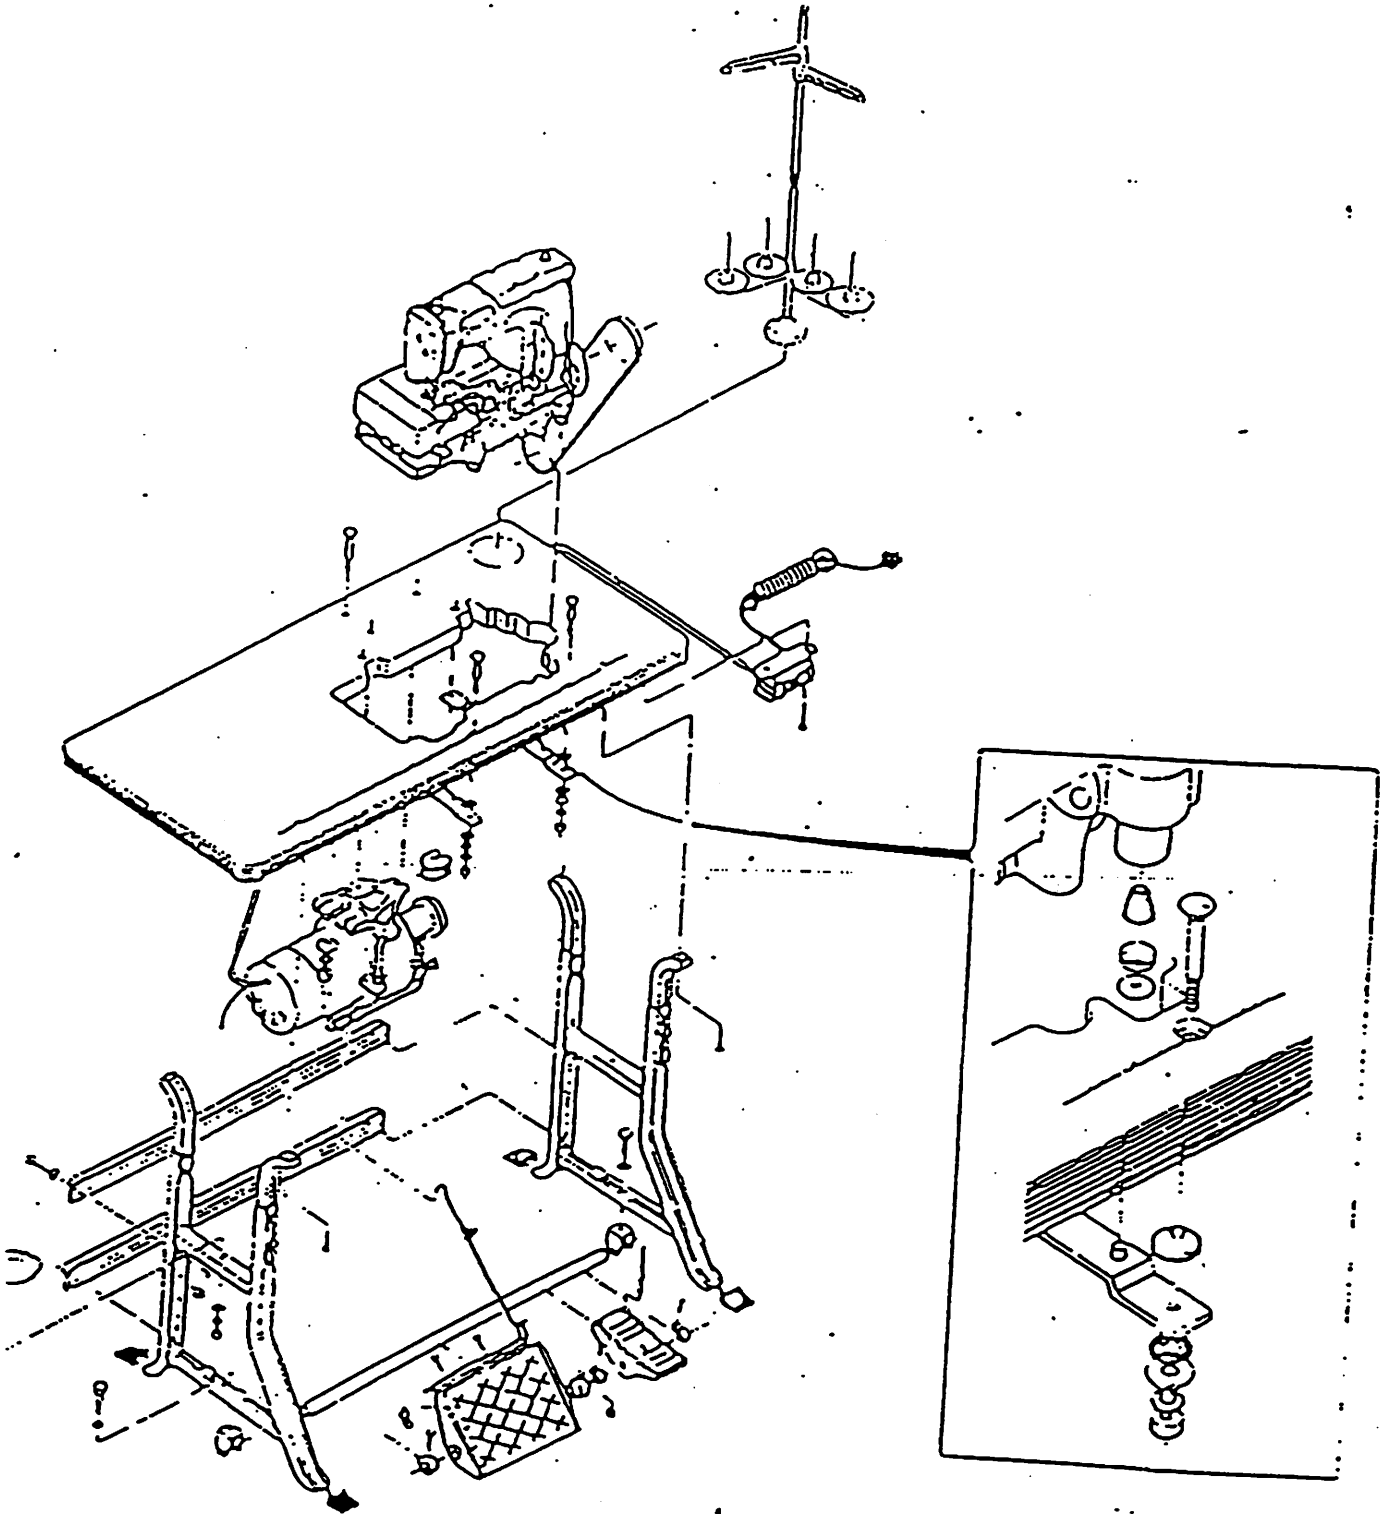

Fig. 17
16) Setting table stand (Fig.17)